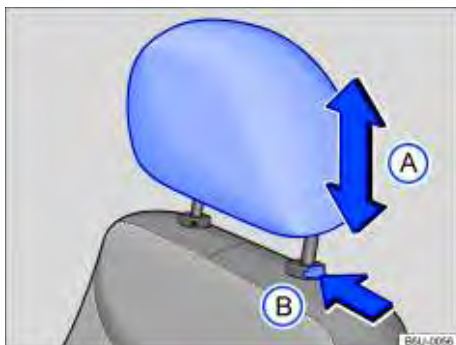

Fig. 42 Ajustar o apoio para cabeça dianteiro.
- Empurrar o apoio para cabeça para cima ou para baixo na direção da seta ⇒ Fig. 42 (A) ⇒ .